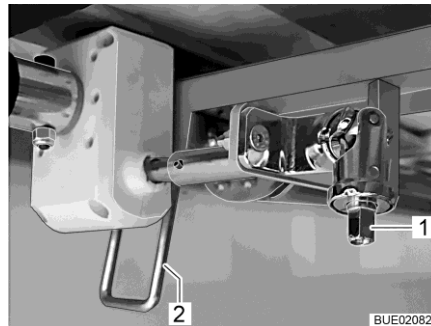

Bild 132 Höjdinställning
- Sätt veven på tappen (Bild 132,1).
- Sväng spaken (Bild 132,2) nedåt i lodrätt läge.
- Sväng spaken (Bild 132,2) uppåt i vågrätt läge.